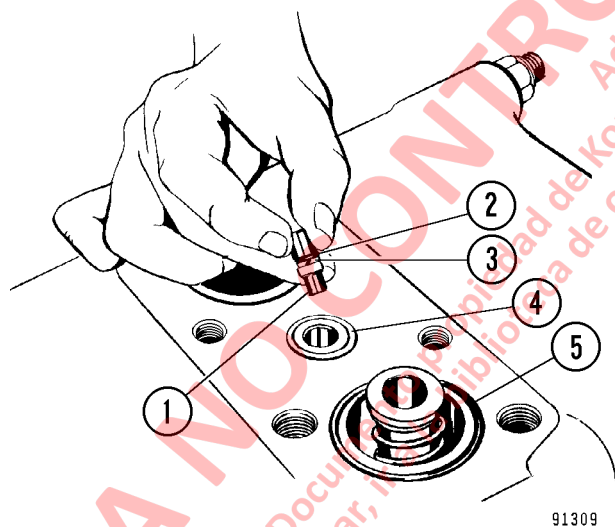

FIGURA 8-8. DESMONTAJE DEL CABEZAL
4. Retire y deseche las juntas tóricas (4) y (5, Figura 8-8).
5. Retire el cabezal móvil del restrictor (1). Retire y deseche la junta tórica (2) y el anillo de respaldo (3), si se utilizaron. Fíjese en la posición del restrictor al desmontar para asegurar una correcta ubicación al volver a armar.
8. Si se usaron, instale la junta tórica (2, Figura 8-8) y el anillo de respaldo (3) en el cabezal móvil (1) del restrictor. Instale el cabezal móvil en la carcasa del carrete como se muestra en la Figura 8-9.
9. Instale las nuevas juntas tóricas (4), (5) y (10).